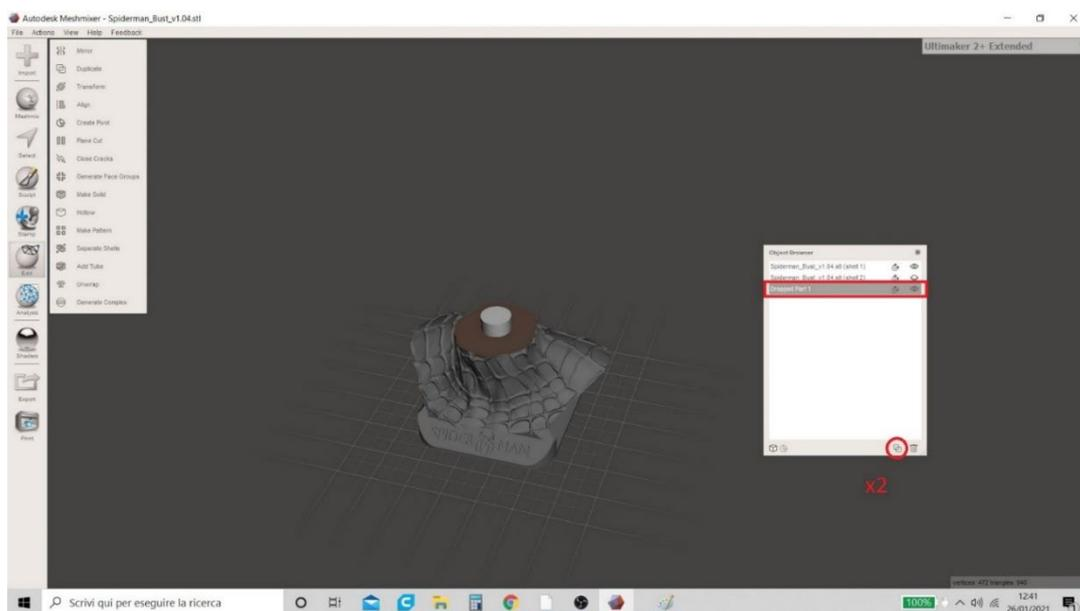

Figura 12 Meshmixer
5. Para continuar, necesitamos crear 2 copias del Pivot (una copia que se utilizará para crear el agujero en "Shell 1", una copia que se utilizará para crear el agujero en "Shell 2" y finalmente una copia que se utilizará como un pivote real). El usuario debe seleccionar el modelo "Drop Part 1" con el ratón (que se resaltará en gris) y hacer clic dos veces en el icono resaltado con un círculo rojo en la Figura 12 Meshmixer.